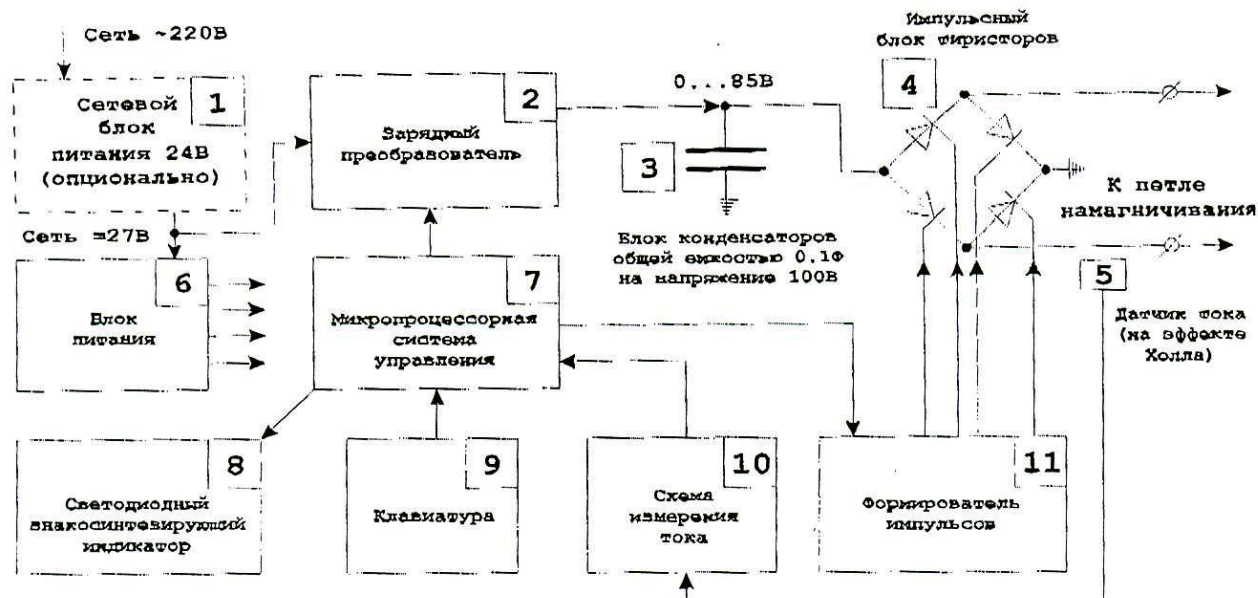

Рис. 4.3 Электрическая блок-схема модуля МД-И
Схема питания рассчитана на напряжение (18-36) В (см.рис. 4.3). Его можно запитать от поставляемого в комплекте сетевого блока питания 220 В, 50 Гц/ 24 В (1) или внешней сети постоянного тока с указанным напряжением.